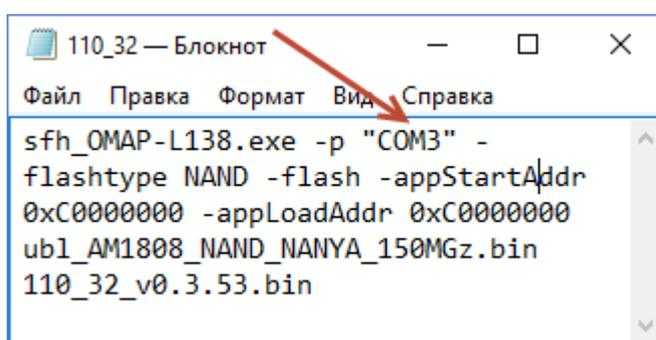

Рисунок 7. Редактирование bat-файла.
6. Открыть bat-файл для соответствующей модели ПЛК любым текстовым редактором Windows (например, bat-файл с именем «110-32» для обновления прошивки ПЛК110-32 M02) и изменить номер COM-порта на номер, определенный ранее в «Диспетчере устройств» Windows (рисунок 7).